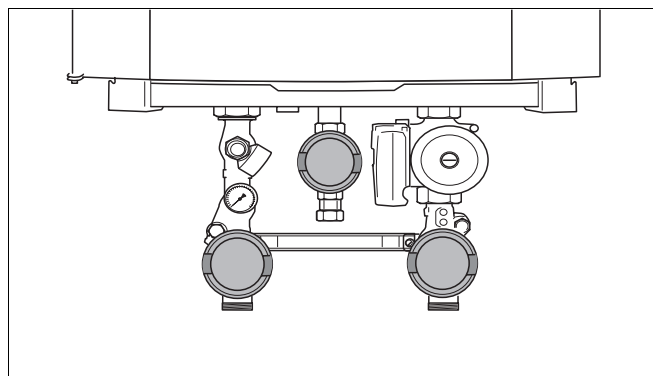

Рис. 103 Закройте кран подачи газа (здесь: положение "закрыто")
- Закрывать кран подачи газа (рис. 103).
- Закрывать сервисные краны (рис. 103).